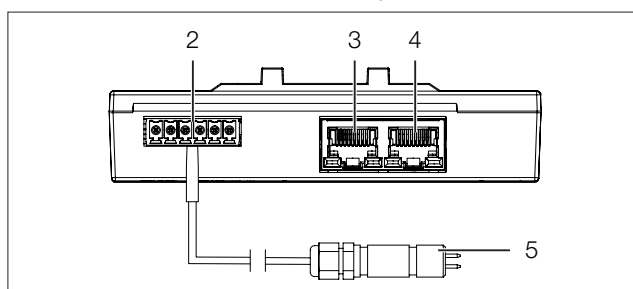

Abb. 3: Rückseite des Leakage-Punkt-Sensors
- Stecken Sie den Stecker des Sensorfühlers an der Universal-Schnittstelle an (Abb. 3, Pos. 2).
- Verbinden Sie die Elektronikeinheit des Leakage-Punkt-Sensors über ein CAN-Bus-Verbindungskabel mit einer CAN-Bus-Schnittstelle des Rittal Embedded Device bzw. der benachbarten Komponente im CAN-Bus (Abb. 3, Pos. 3, 4).
■ Schließen Sie ggf. an der zweiten, freien CAN-Bus-Schnittstelle des Leckage-Punkt-Sensors (Abb. 3, Pos. 3, 4) eine weitere Komponente an (z. B. einen anderen Sensortyp).